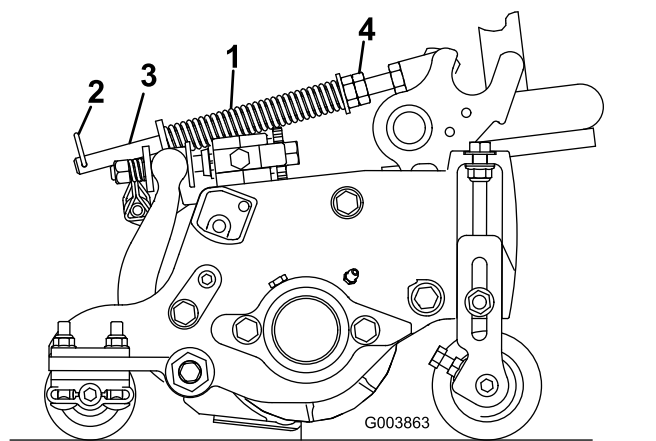

Figura 15
1. Certifique-se de que o contrapino do gancho está instalado no orifício traseiro na haste da mola (Figura 15).
2. Aperte as porcas sextavadas na extremidade dianteira da haste da mola até que o comprimento comprimido da mola seja de 12,7 cm nas unidades de corte Reelmaster 5410 de 12,7 cm ou de 15,9 cm nas unidades de corte Reelmaster 5510 de 17,8 cm (Figura 15).
A mola de compensação de relva (Figura 15) transfere peso do cilindro dianteiro para o cilindro traseiro. (Isto ajuda a reduzir o efeito ondulado na relva, também conhecido como ondulação ou “bobbing”.)